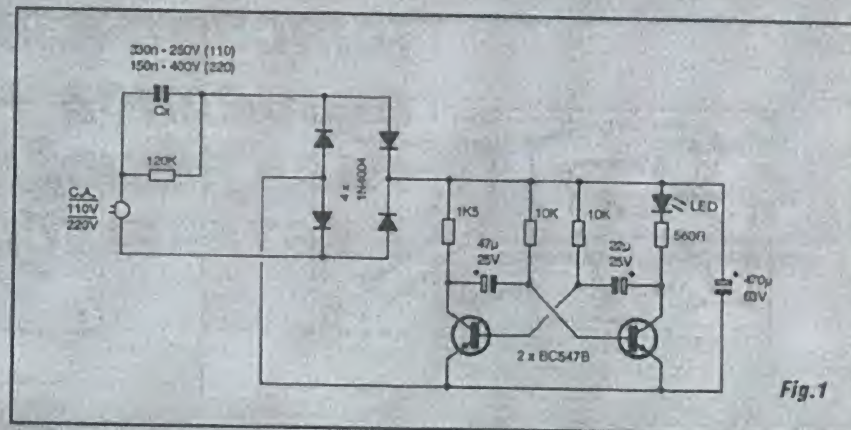

Fig. 1
- FIG. 1 - DIAGRAMA ESQUEMÁTICO DO CIRCUITO - O "miolo" eletrônico da câmara falsa, obviamente não contém complexos circuitos de vídeo...! Apenas um desprezível FLIP-FLOP transistorizado, um mero ASTÁVEL baseado em dois BC547B, ambos polarizados em base por resistores de 10K, e com o mútuo acoplamento (da base de um para o coletor de outro, e vice-versa...) feito pelos capacitores eletrolíticos de 47µ e 22µ (essa desproporção entre os ditos capacitores permite um ciclo ativo "estreito", não simétrico, garantindo um consumo médio de energia muito baixo no circuito, a despeito da boa luminosidade imprimida ao único LED controlado...). O transistor da esquerda, no diagrama, tem como carga de coletor um simples resistor de 1K5... Já o da direita comanda o LED, via resistor limitador de 560R... Com os valores R e C envolvidos, a Frequência final de "piscagem" do LED fica entre 2,5Hz e 3Hz, um ritmo bastante apropriado para "chamar a